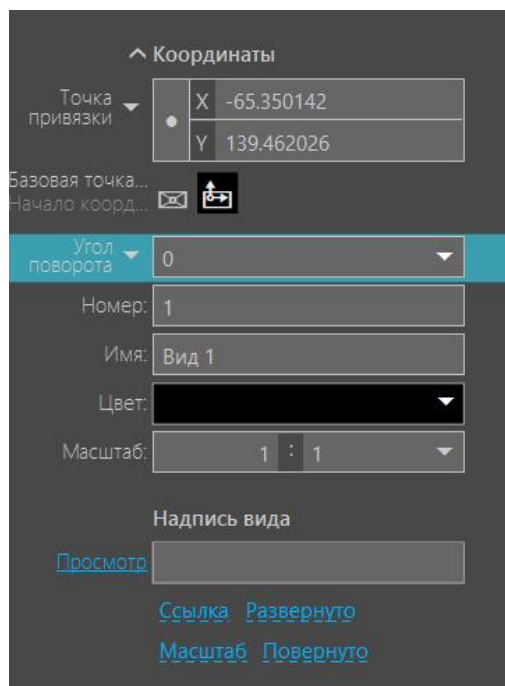

Рис. 7
- Задайте масштаб вида **1:1**. Для этого раскройте список **Масштаб** на Панели параметров и выберите из него данный вариант. (См. рис. 7)